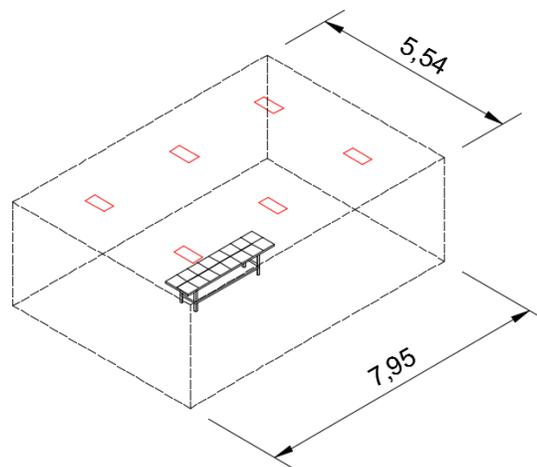

Figura 1. Laboratorio de iluminación
1.- Encender los luminarios del laboratorio para utilizarlos como fuentes de luz que iluminen la mesa de trabajo que es posicionada sobre el centro del local como se muestra en la figura 1. La mitad de la mesa debe quedar dentro del cuarto oscuro.